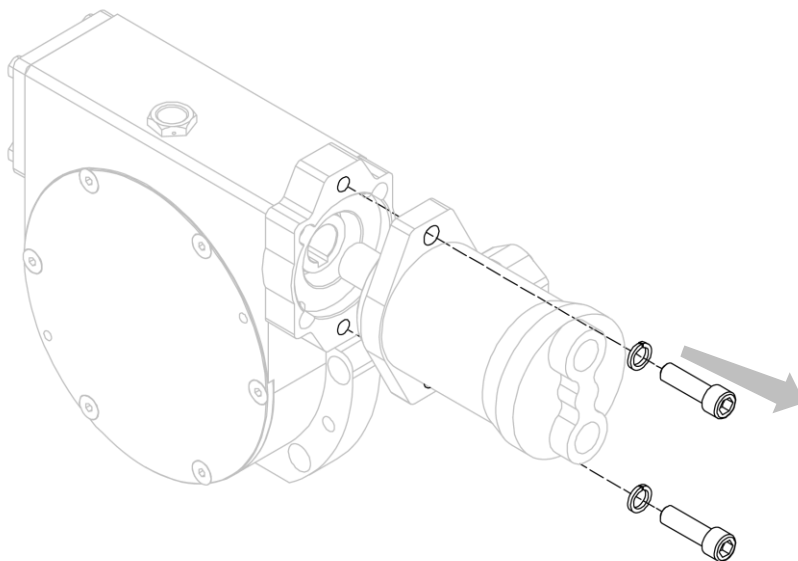

Figura 28
4. Separar el motor del reductor, después de haber quitado los correspondientes tornillos que lo constriñen (mira Figura 28).